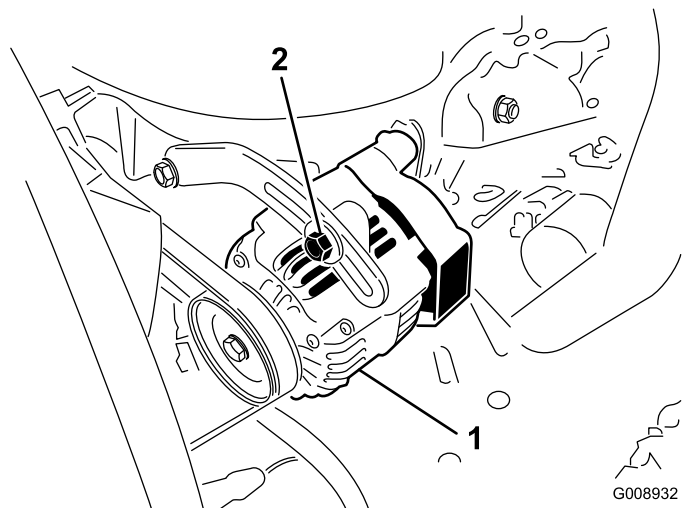

Figura 81
2. Si la desviación no es de 10 mm, afloje los pernos de montaje del alternador (Figura 81).